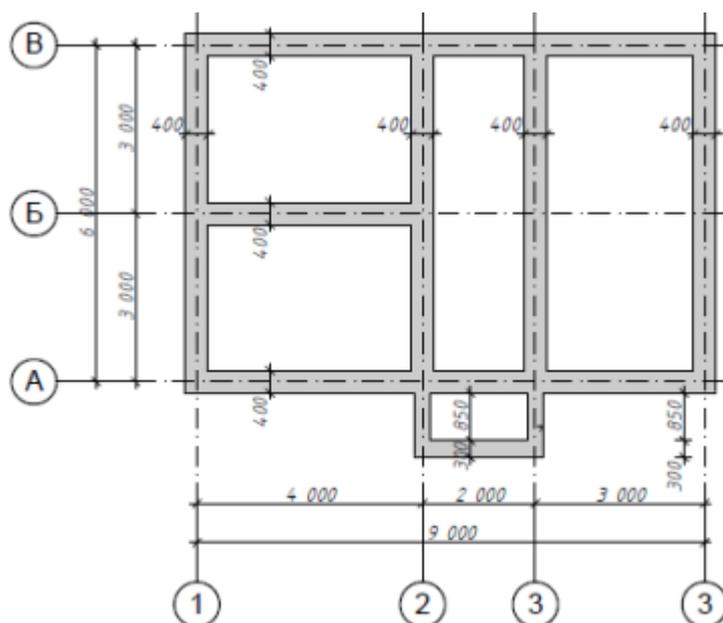
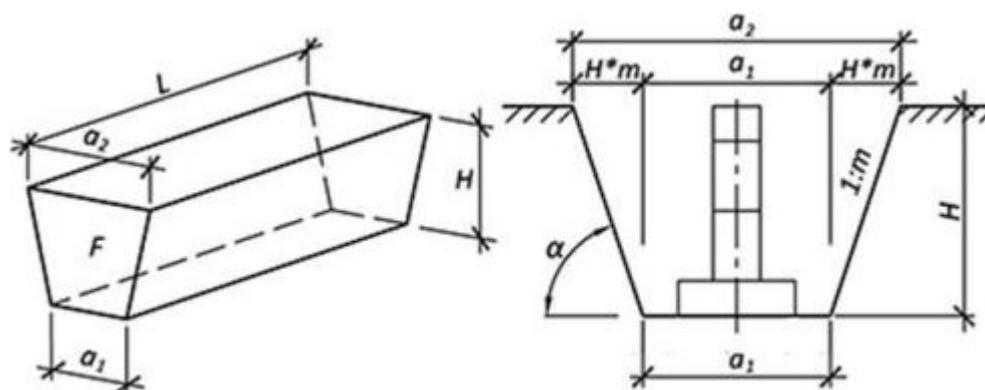

Рисунок 1 – Сведения об объекте строительства
Рисунок 2 – Схема характеристики траншеи
Сведения об объекте строительства, см. рис.1: Здание кирпичное жилое без подвала. Фундамент ленточный сборный железобетонный. Полы первого этажа устраиваются по грунту. Температура расчетной среднесуточной температуры помещения, примыкающего к наружным фундаментам, составляет 16 0 С. Строительство осуществляется в г. Нижний Новгород. Грунт – суглинок.
1. На основании нижеприведенного чертежа, см. рис.1 и характеристики траншеи, см. рис.2 определить объем водоотлива и объем разработки сухого и мокрого грунта.